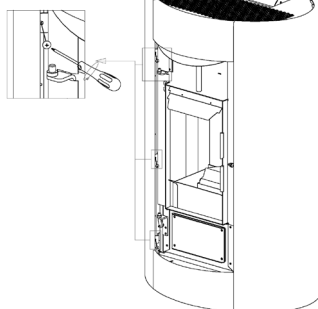
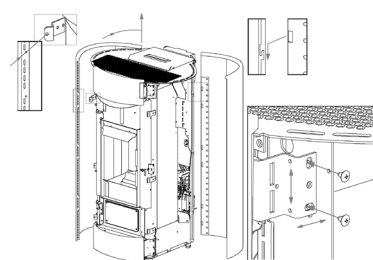

Fig. 59 - Priključni zobci
Fig. 60 - Regulacije
- Za montažo postopek izvedite v obratnem vrstnem redu, imate možnost regulacije sprednjih plošč tako navpično kot vodoravno, tako da jih izenačite s stranicami (gl. **Fig. 59** in **Fig. 60**).